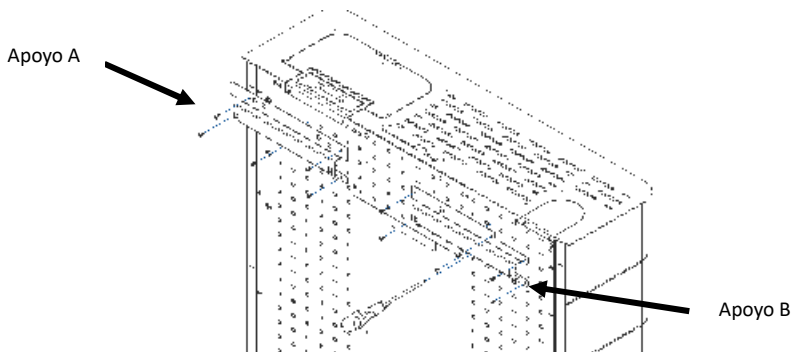

Figura 96 – Fijación de los apoyos A y B
a) Fije las canaletas de apoyo A y B en el equipo utilizando 11 tornillos A, tal como se muestra en la Figura 96 (preste atención a la posición de los apoyos).